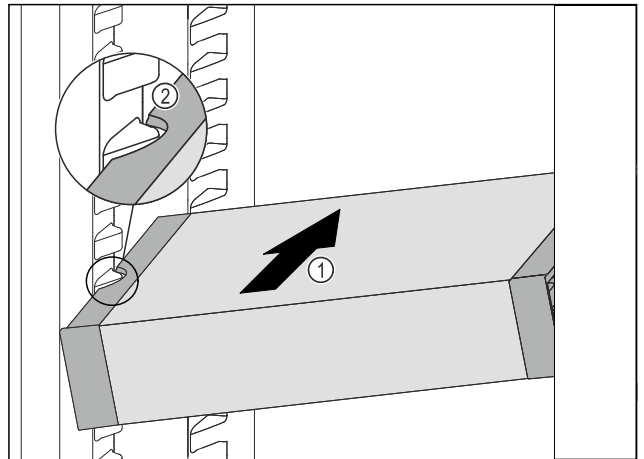

Fig. 48
- ▶ Вкарайте VarioSafe под ъгъл в хладилната част Fig. 48 (1), докато страничните прорези Fig. 48 (2) на VarioSafe се намират на височината на реброто на съда в хладилната част.